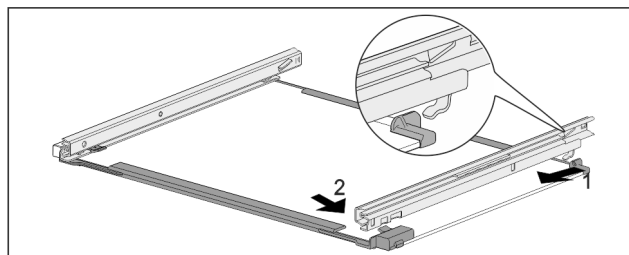

Fig. 158 Üveglap sínekkel
- ▶ Akassza be hátul a sínt. Fig. 158 (1)
- ▶ Elöl pattintsa be a sínt. Fig. 158 (2)